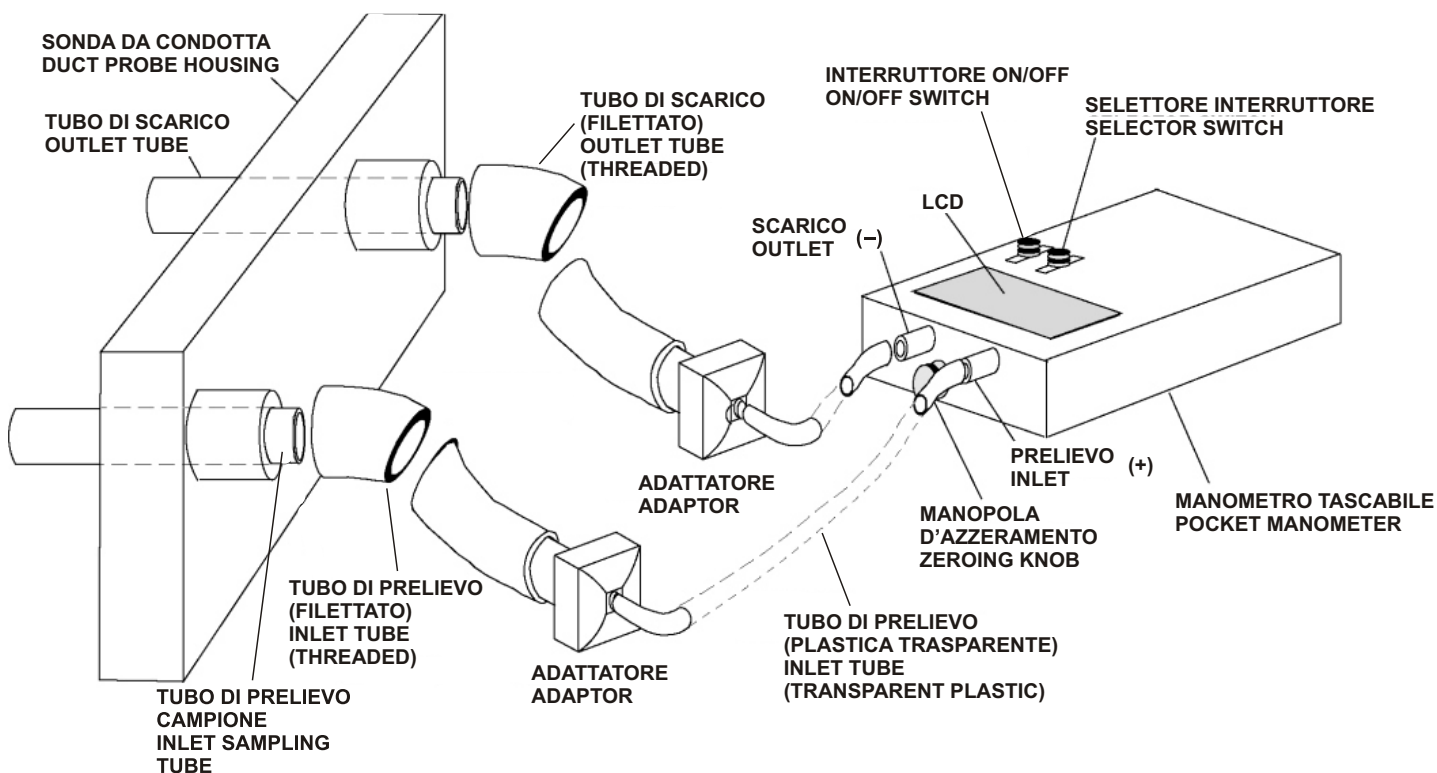

FIG. 4 Disposizione per il collaudo della Sonda da condotta
- Montare l'apparecchiatura di test come visibile in Fig.4.